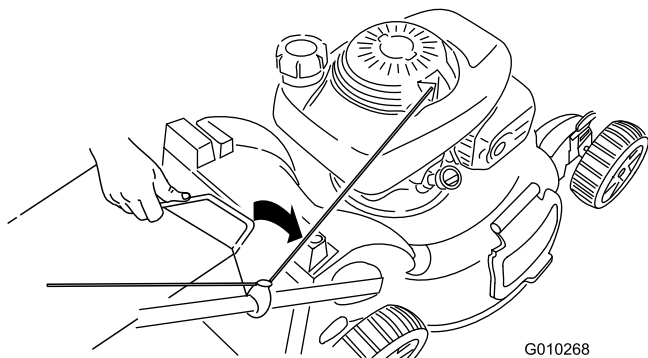

Figure 29
3. Insérez la poignée du bac à herbe dans les rainures en haut de la machine (Figure 29).